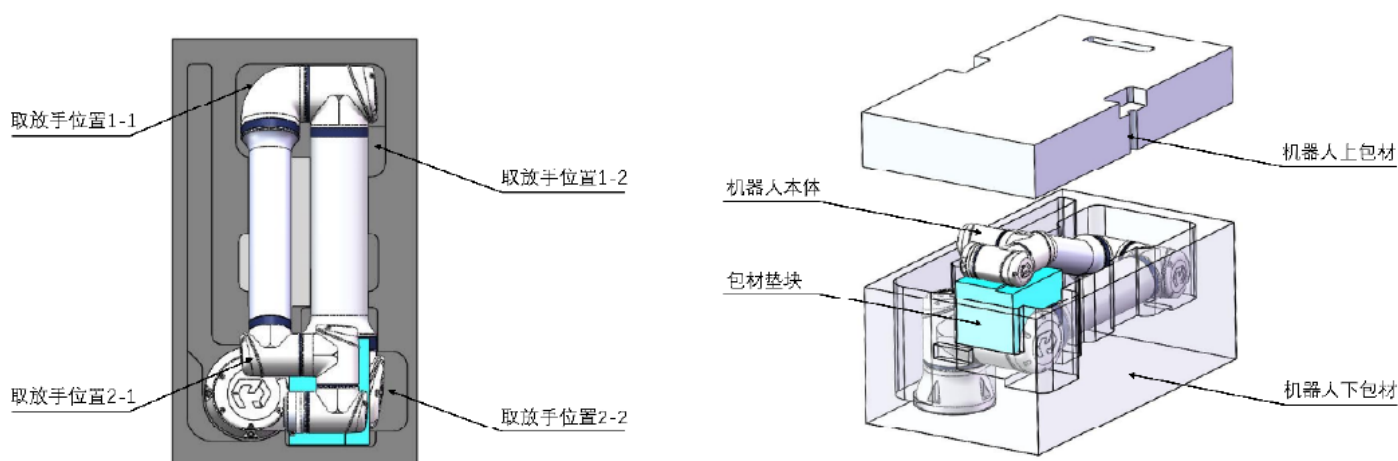

图 6-1: 机器人打包图 1
1. (A1: 45°、A2: -180°、A3: 160°、A4: -70°、A5: 180°、A6: -90°)，如图 6-1 所示；